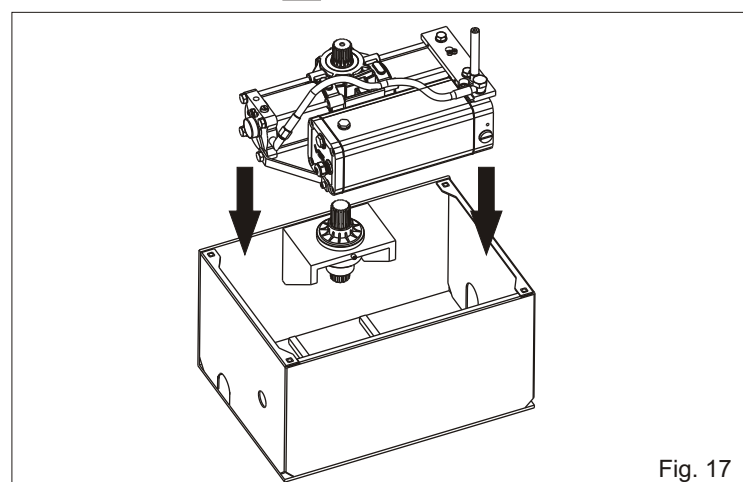

Fig. 17
4.3. Introducir manualmente el operador al interior de la caja portante (Fig. 17) y acoplar el piñón del operador con el piñón de la caja utilizando el casquillo ranurado de ensambladura.